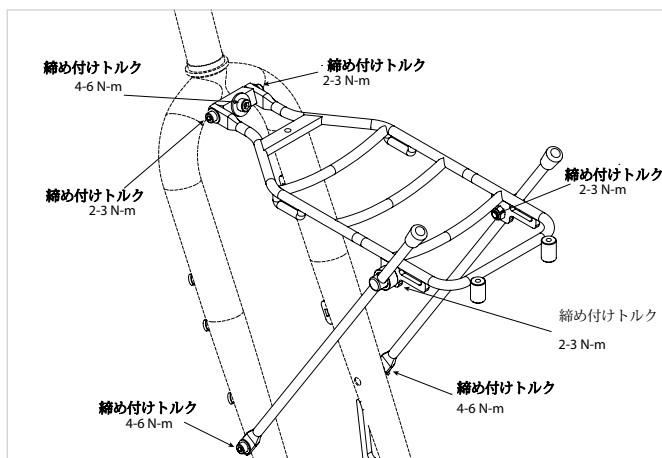

図 8
5. 水平になったらアロイブロックにラックを取り付けたネジ両方を3Nmのトルクで、クラウンに取り付けたネジを4-6Nmのトルクで締め込んで下さい(図8)。
6. 両側のストラットをフォーク中ほどで固定するM5ボルトを4-6Nmのトルクで締め込んで下さい(図8)。
7. 10mmのボックスレンチを使って、ストラット反対側のハードウェアを2-3Nmのトルクで締め込んで下さい(図8)。